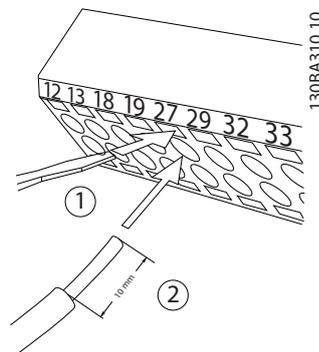

図 2.29 コントロール配線の接続
- 図 2.29 で示されるように、小型のドライバーを接点の上あるいは下側のスロットに挿入して、接点を開きます。